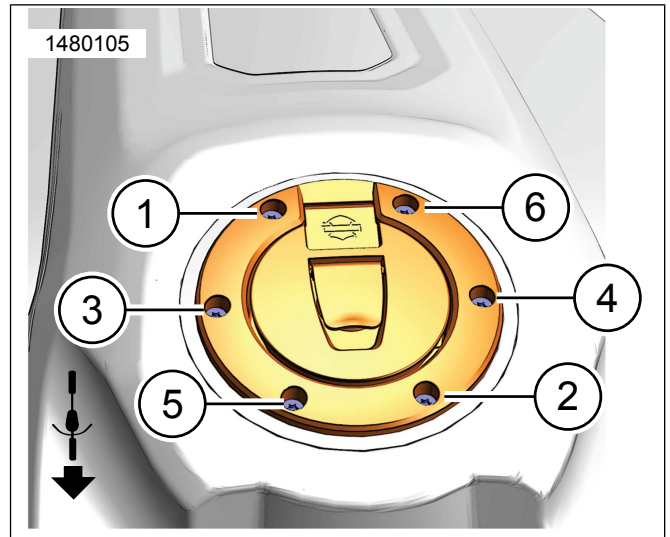

Figure 10. Bouchon de carburant verrouillable rond installé / séquence de serrage
- Voir la Figure 10. Installer l'ensemble de bouchon de carburant verrouillable (2) et les OE vis (1).
- Voir la Figure 10. Serrer les vis selon la séquence indiquée. Serrer.